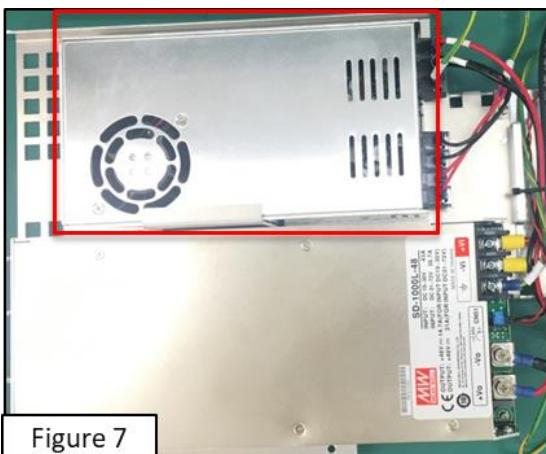

Figure 7
- 點擊 **EXIT** 跳過，並回到 Windows (見 Figure 7)。